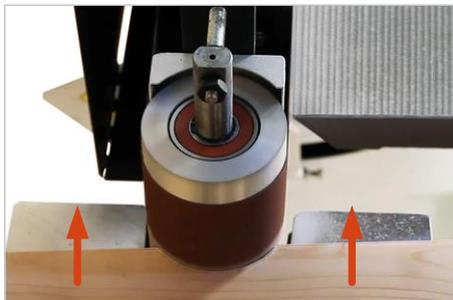

Abbildung 39: Innenradius schleifen
- Dabei das Werkstück langsam und zentral an die Schleifrolle andrücken (siehe Pfeilrichtung in ⇒ Abbildung 39).